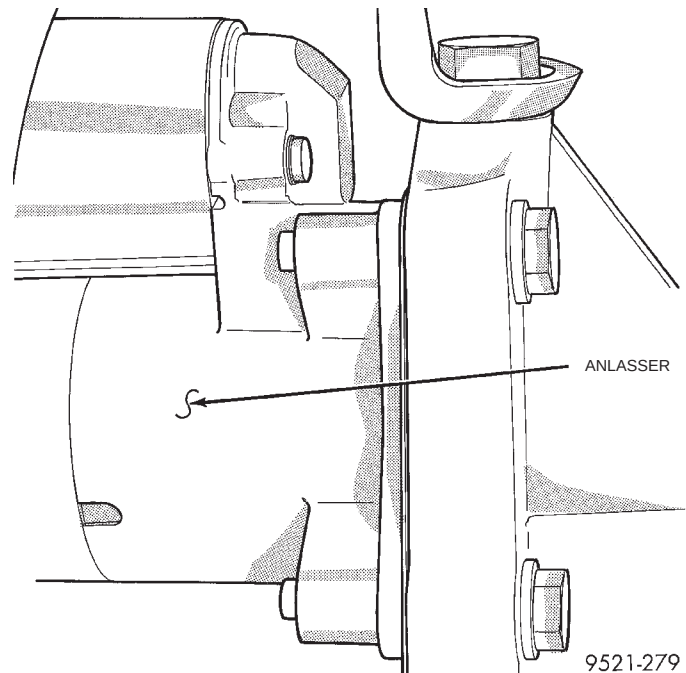

Abb. 49 Anlasser
(14) Motorölfilter ausbauen.
(15) Anlasser und zugehörige Verkabelung ausbauen (Abb. 49).